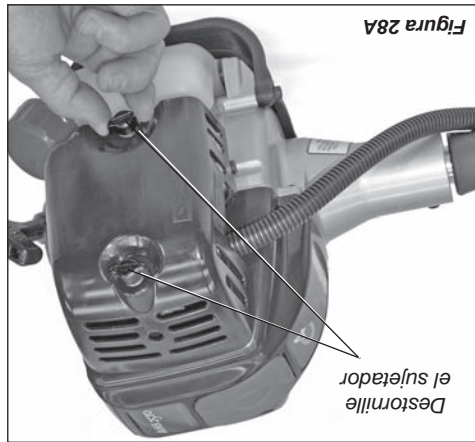

Figura 28A
1. Extraiga la cubierta del limpiador de aire aflojando los dos tornillos de mano. Consulte la Figura 28A.